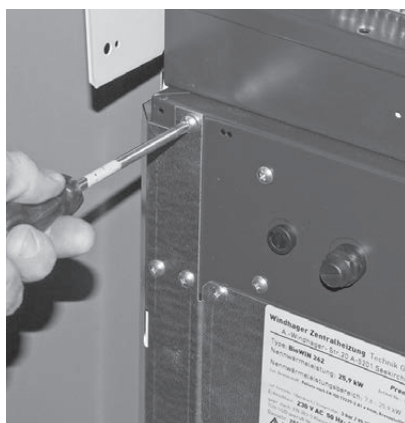

Fig. 124 Rimuovere la vite
- ▶ Rimuovere la vite per lamiera superiore di sinistra nel quadro di comando della caldaia a pellet – Fig. 124.